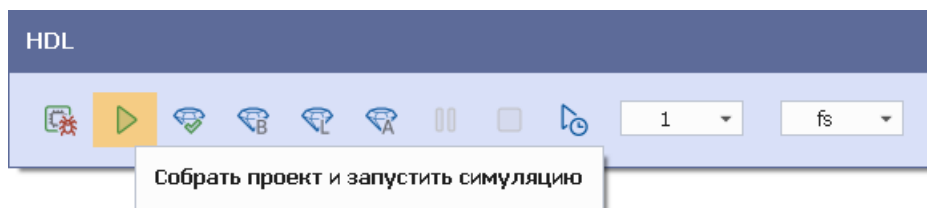

Рис. 21 Расположение кнопки «Собрать проект и запустить»
2. В панели инструментов «HDL» нажмите кнопку , см. Рис. 21. Далее будет запущена процедура сборки проекта с последующим запуском симуляции.